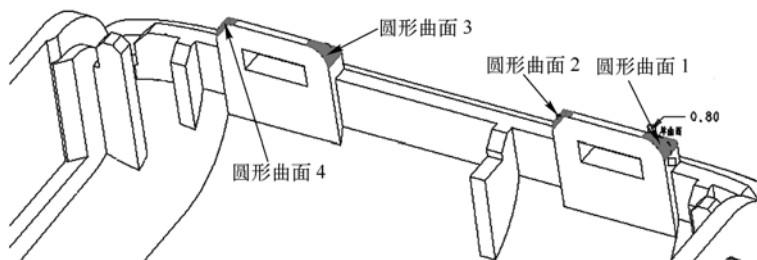

图 9-75 选择 4 个圆形曲面加到同一个倒圆角集中
- 2 在图形窗口中选择圆形曲面 1，按住〈Ctrl〉键的同时依次选择圆形曲面 2、圆形曲面 3 和圆形曲面 4，如图 9-75 所示，所选的这几个圆形曲面均收集在同一个倒圆角集中。